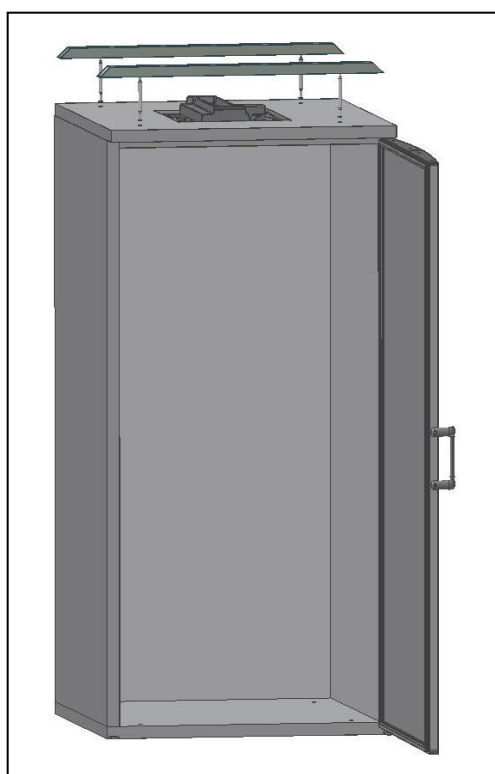

Fig. 12
- Encaixar **as barras com suspensões** nos orifícios, pelo exterior do tampo (Fig.12);